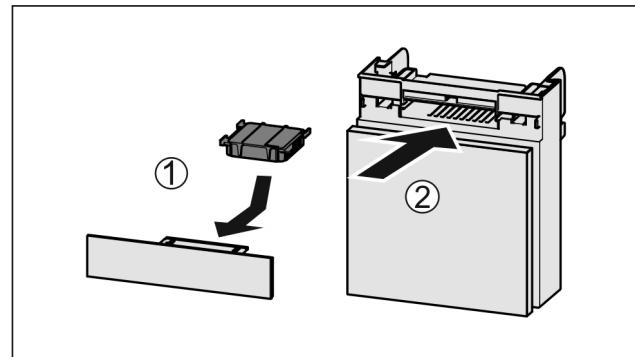

Fig. 117
- Aktivkohlefilter nach Abbildung einsetzen Fig. 117 (1).
► Fach einschieben Fig. 117 (2).